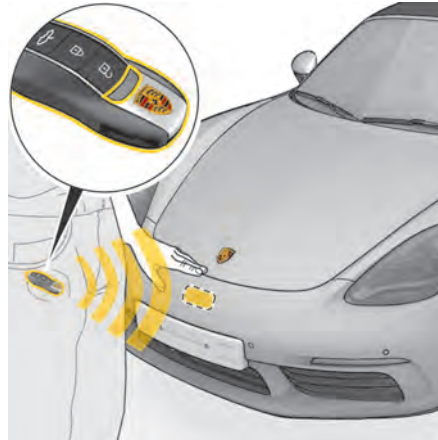

Fig 35 : Ouverture du capot du coffre à bagages avant avec Porsche Entry & Drive
1. Passez la main entre l'écusson Porsche et la plaque d'immatriculation (Fig. 35).